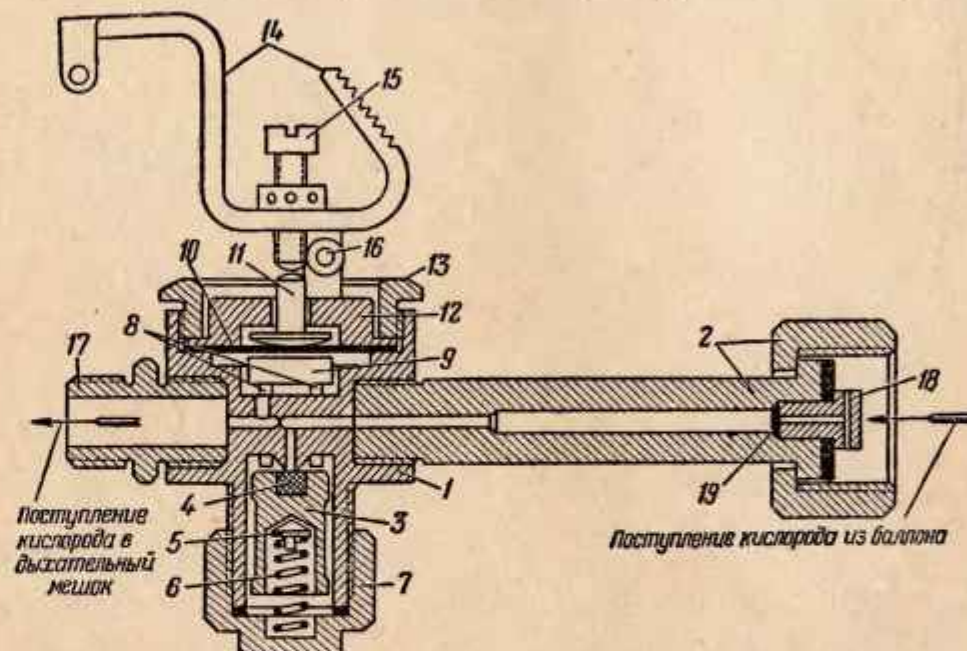

Рис. 8. Устройство легочного автомата:
7. Легочный автомат служит для автоматической подачи в необходимых количествах кислорода из баллона в дыхательный мешок при вдохе. Количество кислорода, подаваемого легочным автоматом, зависит от глубины вдоха. Исправный легочный автомат вполне обеспечивает кислородом самый большой вдох человека. Устройство легочного автомата показано на рис. 8.